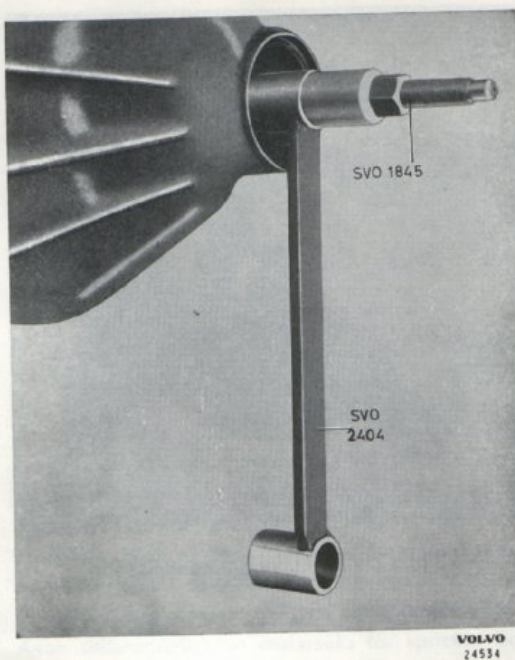

Bild 23. Mont. av pinjong.
4. För in pinjongen i kåpan och träd på det antal justermellanlägg (26) som fanns vid isärtagningen och främre pinjonglagret (27). Montera nyckel SVO 2404 och pressverktyg SVO 1845 på pinjongens främre ände och drag i pinjongen, se bild 23.